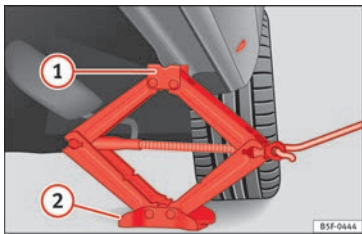

Abb. 74 Längsholm: Wagenheber ansetzen.
- Drehen Sie die Kurbel des unter dem Aufnahmepunkt des Längsträgers befindlichen Wagenhebers*, bis sich die Nase ① »» » Abb. 74 unter der vorgesehenen Einföhrung befindet.
- Richten Sie den Wagenheber* so aus, dass sein Aufnahmehorn ① in die dafür vorgesehene Aufnahme am Unterholm „greift“ und die bewegliche Grundplatte ② plan auf dem Boden aufliegt. Die Grundplatte ② muss sich dabei senkrecht unter dem Aufnahmepunkt ① befinden.